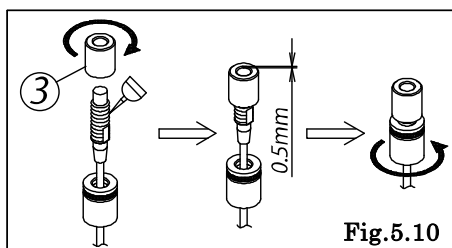

Fig.5.10
- ・ネジロック剤を塗布したセンサーに、センサー押さえ(③)をねじ込む。〔Fig.5.10〕
〔Fig.5.10〕